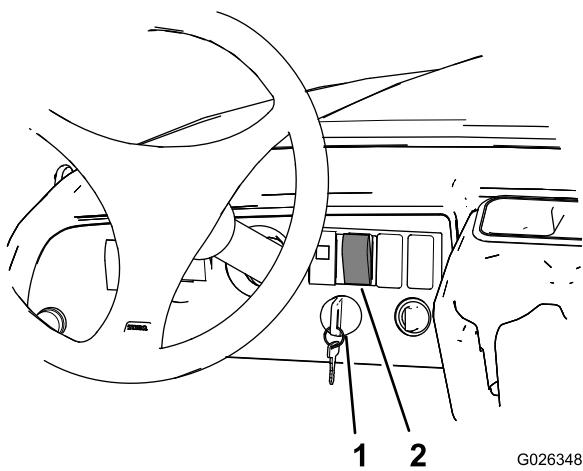

Bild 6
1. Drehen Sie den Zündschlüssel auf die Ein-Stellung (Bild 6).
2. Halten Sie den oberen Teil des Stauboxhubschalters gedrückt, bis die Staubox ganz angehoben ist (Bild 6).
3. Drehen Sie den Zündschlüssel auf die Aus-Stellung (Bild 6).
7. Drehen Sie den Zündschlüssel auf die Ein-Stellung (Bild 6).
8. Halten Sie den unteren Teil des Stauboxhubschalters gedrückt, bis der Stauboxaktuator ganz eingezogen ist (Bild 6).
9. Drehen Sie den Zündschlüssel auf die Aus-Stellung (Bild 6).